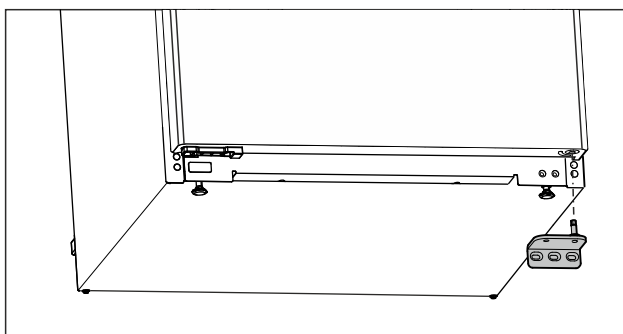

Fig. 11
- Снимите опорный кронштейн движением вниз. (см. Fig. 11)